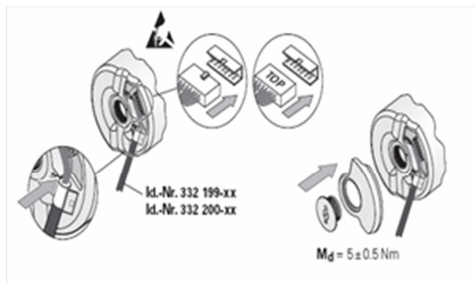

图 11 编码器接线
- G. 按照 (P7 图 11) 所示方法安装编码器线，并装上编码器后盖，最后用螺丝刀将盖板的螺栓拧紧（注意：屏蔽线的铁环要装进盖板的凹槽处），请勿直接用手接触插头管脚，将电缆插头小心插入编码器 PCB 插座，避免出现插歪，松动和压弯针脚的情况。（注意：拔出 PCB 电缆时，注意手持塑料插头部分，不得直接拉电缆细线）